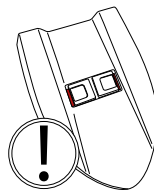

Fig.20
- Trykk på lokket til du merker at de to glidelukningene på oppsamlingstanken festes. De to lukningene skal begge bevege seg mot utsiden av lokket (fig. 20).
**Lokket er korrekt installert når bakgrunnen med RØD farge IKKE er synlig på plassene til de to lukningene (fig. 20).**